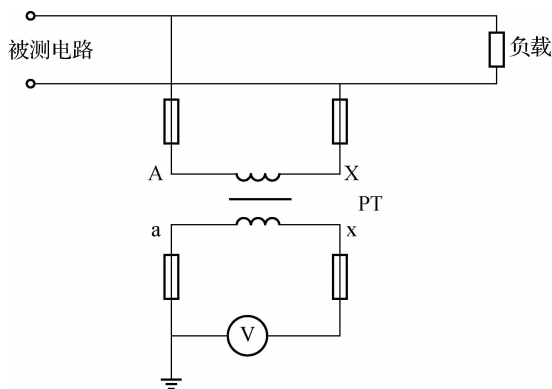

图 2-20 电压互感器的接线图
(1)电压互感器。电压互感器实质上是一个降压变压器。一般规定电压互感器的二次绕组的额定电压为 100 V,一次绕组的匝数比二次绕组的匝数多得多。不同量程的电压互感器,其一次绕组的匝数不同,所以一次绕组可接入不同的电压。电压互感器的接线图如图 2-20 所示。